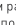

Рис. 3. Синхронная работа нескольких контроллеров, дальность — до 200 м на открытом пространстве.
- 3.5. Для синхронной работы нескольких контроллеров необходимо использовать один контроллер CS-Master-RF14B-2, остальные — CS-Slave-RF14B-2 (Рис. 3). Если Master-контроллер отключить, Slave-контроллеры продолжают работать автономно.